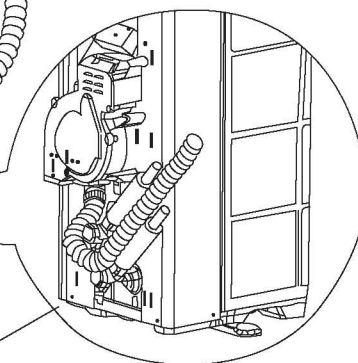

Fig 2
3. Junte la manguera del aire fresco con el interfaz de la cubierta del propulsor y ajústelo con la abrazadera de manguera exterior (30)(Fig 2)